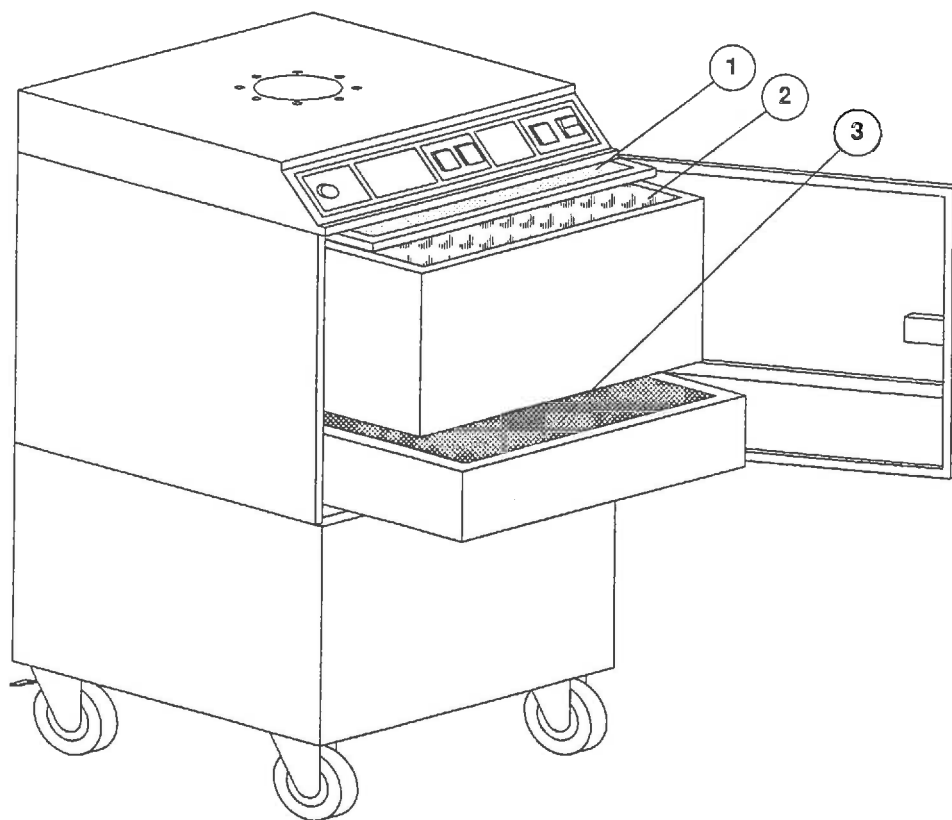

Abbildung 1, Illustration 1
Die schadstoffhaltige Luft wird von der Absaughaube erfaßt und gelangt über den Absaugarm zum Filtergerät. Hier werden in einem Vorfiltereinschub (1) mit auswechselbarer Vorfiltermatte zunächst die groben Partikel zurückgehalten. Das nachfolgende Hauptfilter (2) scheidet auch die sehr feinen Rauchpartikel mit einem Wirkungsgrad von mehr als 99 % ab. Bei Geräten mit Aktivkohlefilter (3) werden in einer weiteren Filterstufe auch die gasförmigen Schadstoffe adsorbiert. Die so gereinigte Luft wird von dem im unteren Teil des Gerätes befindlichen Ventilator angesaugt und in den Arbeitsraum zurückgegeben. (siehe Abbildung 1)